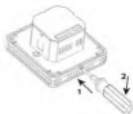

Рис. 1
2. Снимите переднюю панель, как показано на Рис. 1.